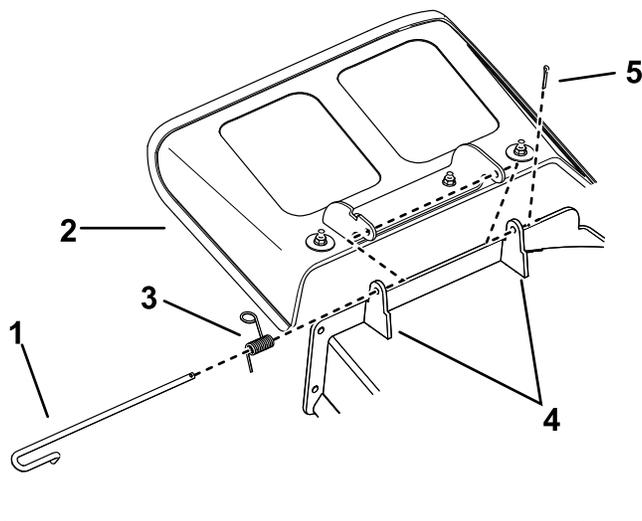

図 78
1. デフレクタブラケットのノッチからスプリングを外し、デッキに溶接してあるブラケット、スプリング、デフレクタを貫通しているロッドを抜き出す 図 78。